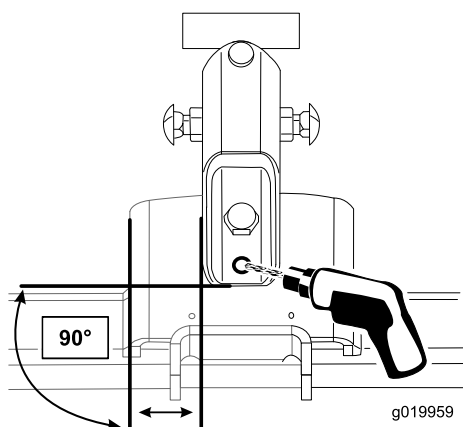

Figura 6
- Perfure através do segundo furo no conjunto do suporte articulado na placa da máquina (Figura 6).